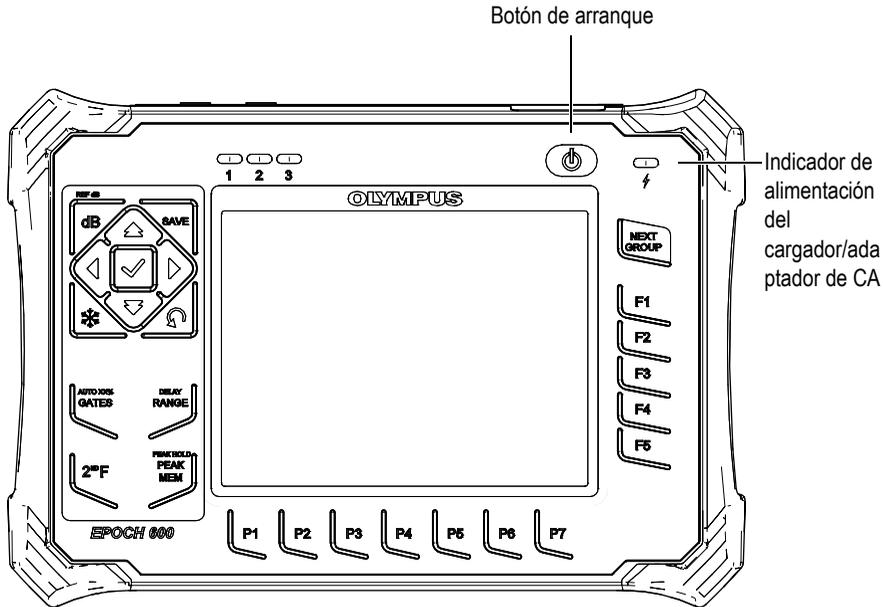

Figura 4-1 Ubicación del botón de arranque y del indicador de alimentación del EPOCH 600
La Figura 4-1 en la página 74 muestra la ubicación del botón de arranque y del indicador de alimentación del cargador/adaptador CA.
4. Pulse el botón de arranque para encender el EPOCH 600 (véase la Figura 4-1 en la página 74).
El indicador de alimentación en el panel frontal se enciende (véase la Figura 4-1 en la página 74).